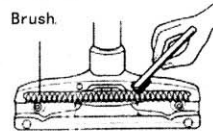

Рис.9
- Регулярно прочищайте щетинную насадку щетки пол/ковер (Рис.9).